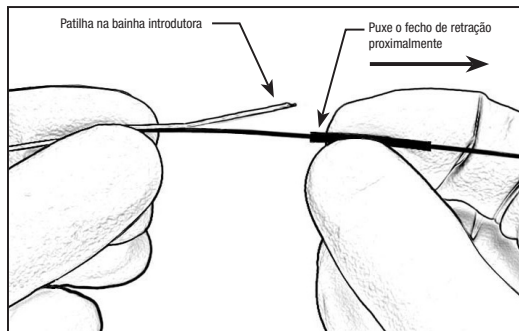

Figura 3 – Puxe o fecho de retração proximalmente
16. Segure o dispositivo na posição imediatamente distal relativamente ao fecho de retração e puxe o fecho de retração proximalmente para expor a patilha na bainha introdutora. Veja a Figura 3.